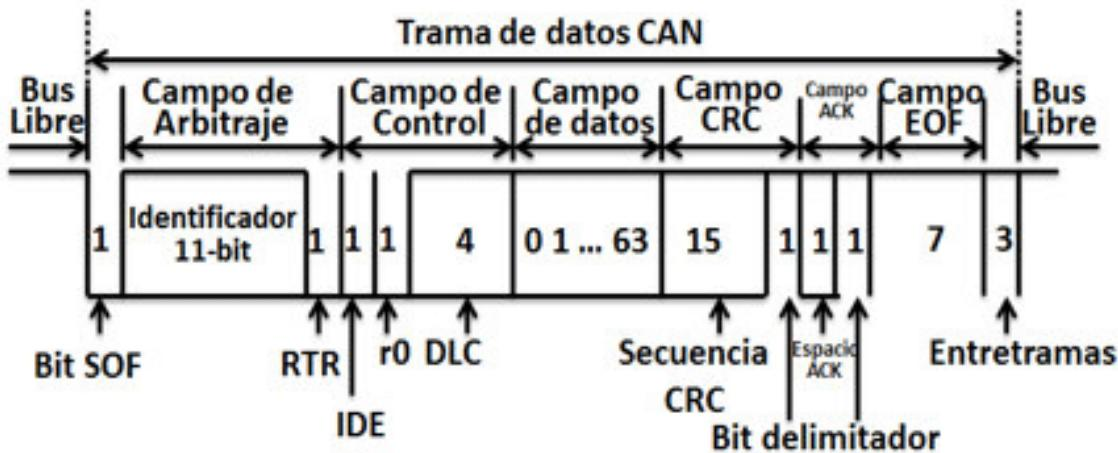

Figura 1: Estructura de una trama CAN con campos etiquetados (SOF, ID, RTR, DLC, Datos, CRC, ACK, EOF).
Los datos en CAN se envían en \*\*tramas\*\* (mensajes) con una estructura específica. Cada trama tiene varios campos, como se muestra en la figura 1. Aquí explicamos cada uno con un ejemplo práctico (por ejemplo, enviar un valor de RPM de 1200):
- Observa la figura 1 y la tabla 1. Identifica cada campo de la trama (SOF, ID, RTR, DLC, Datos, CRC, ACK, EOF) y explica brevemente su propósito en una tabla (por ejemplo, “ID: Define el tipo de mensaje y prioridad”).